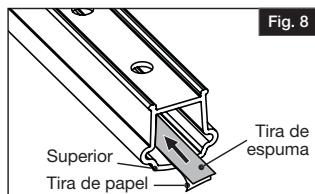

Fig. 8
- NO REMOVER LA TIRA DE PAPEL DE TODA LA TIRA. SOLO remover 1" (2,50 cm) de la tira de papel de cada extremo de la tira de espuma para exponer el adhesivo (Fig. 8).